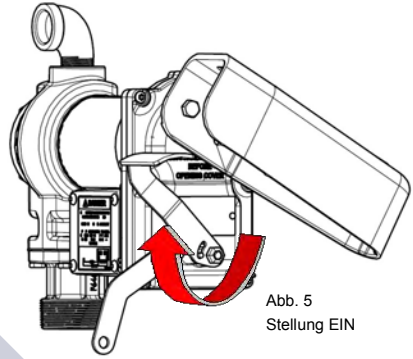

Abb. 5
3. Die Pumpenkabel gemäß Schaltplan (Seite 11) an die Versorgungsleitungen anschließen. Darauf achten, dass die Anschlüsse mit geeigneten Kabelmuttern und anderen Steckverbindern vorschriftsmäßig isoliert werden. Es ist zu beachten, dass das Massekabel angeschlossen werden **MUSS** (der Massekabelanschluss befindet sich in der Verteilerdose; siehe Abb. 5, Seite 11).
3. Den Schalthebel auf EIN stellen, um die Pumpe einzuschalten (Abb. 5).